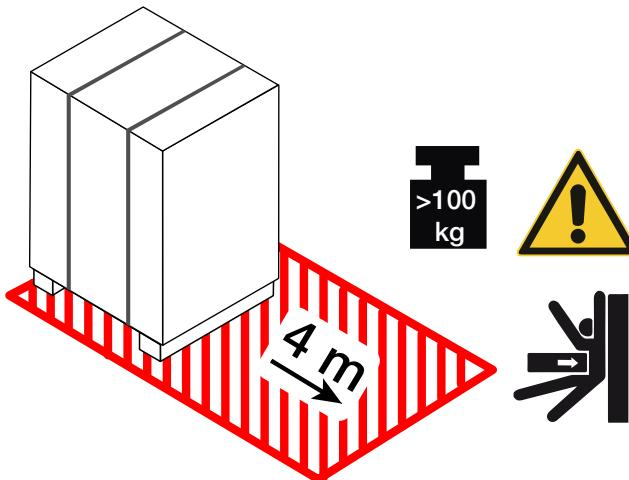

Abbildung 1–3: Platzbedarf beim Entladen
1. Stellen Sie die Palette mit der darauf stehenden Zentrifuge so ab, dass sich vor der Zentrifuge mindestens 4 m Freiraum befinden. Siehe hierzu die rot schraffierte Fläche in Abbildung 1–3.